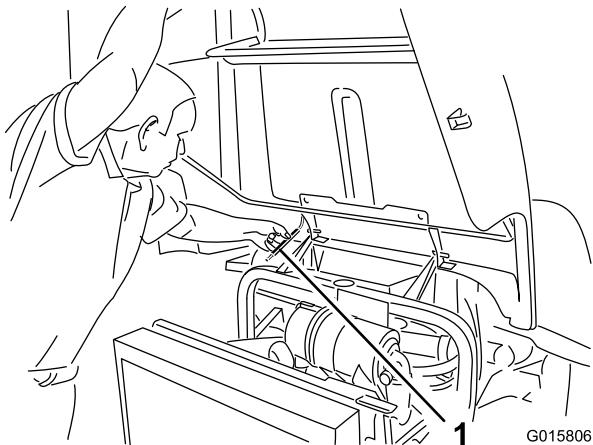

Figura 38
- Levante el capó hasta que la varilla pueda colocarse detrás del tubo del bastidor (Figura 38).